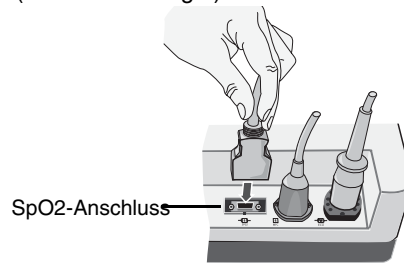

Abbildung 1
4. Schließen Sie das Patientenkabel am SpO₂-Anschluss an der Rückseite des M Series Geräts an (siehe Abbildung 1).